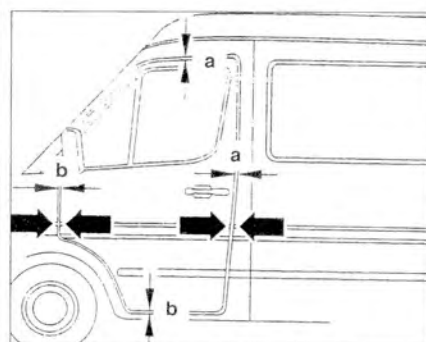

Рис. 10.14. Передняя дверь правильно отрегулирована, когда расстояние по всему периметру двери одинаковое (стрелка).
3. Передняя дверь правильно отрегулирована, когда расстояния *a* и *b* правильные по всему периметру двери (стрелка) (рис. 10.14).